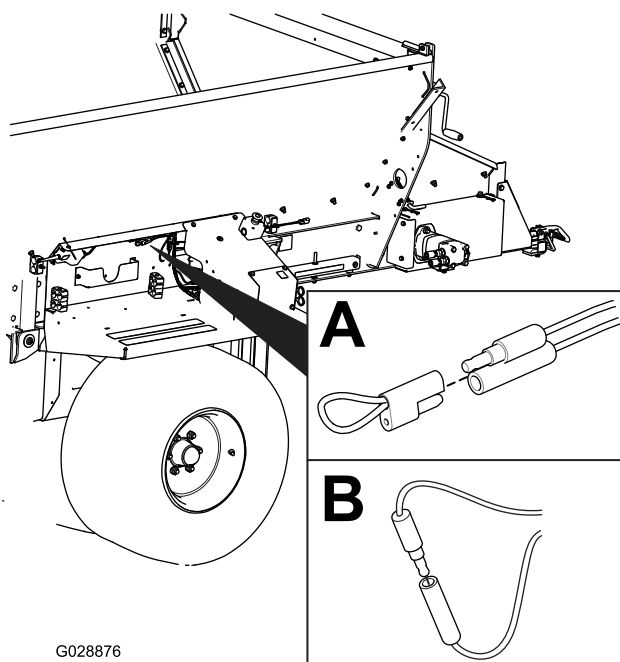

図 32
2. 故障診断コネクタ2個についているキャップを外す (図 32、A)。
3. 故障診断コネクタ同士を接続する (図 32、B)。
2. 故障診断コネクタ同士の接続を外す 図 32、B。
3. 故障診断コネクタ2つにキャップを元通りに取り付ける 図 32、A。